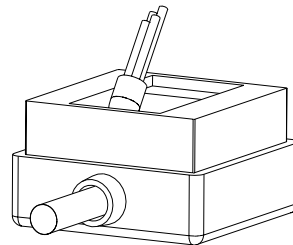

Fig. 2
- Faire passer les câbles de raccordement à l'intérieur du bouchon inférieur en caoutchouc (Fig. 2).
- Die Anschlusskabel durch den unteren Gummideckel führen (Abb. 2).
- Pasar los cables de conexión al interior del tapón de caucho inferior (Fig. 2).